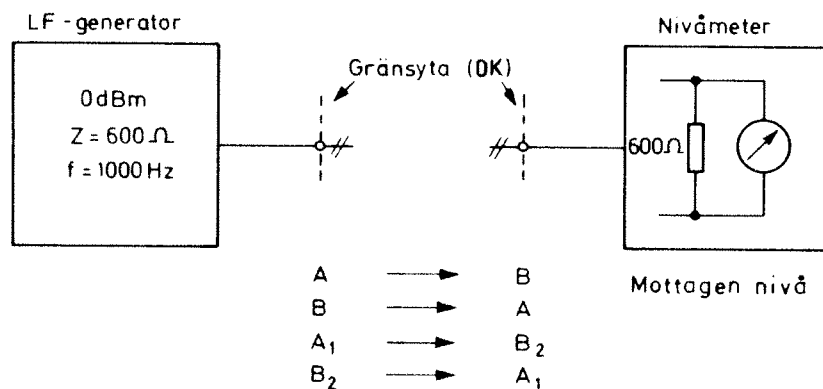

Bild 4.
- Anslut LF-generatorn och nivåmetern enligt bild 4.